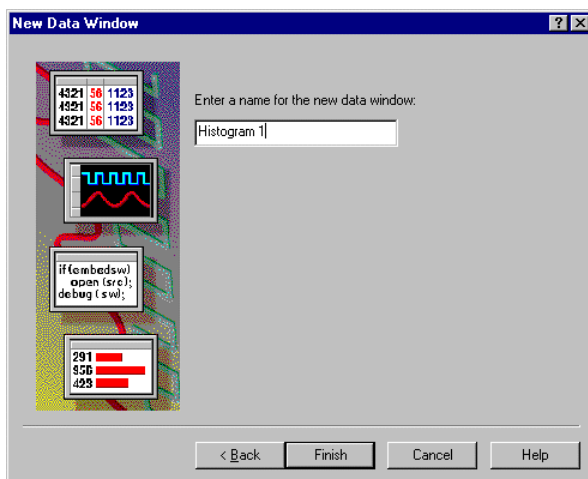

図 F-13 : [New Data Window]ウィザードの 4 番目のダイアログ・ボックス
- 図 F-13 のダイアログ・ボックスが現れるので、必要に応じてデータ・ウィンドウの名前を入力し<Finish>ボタンをクリックし、[New Data Window]ウィザードを終了します。